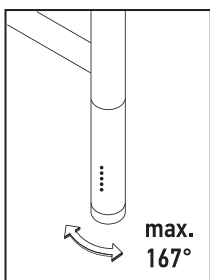

Рис.4
- 4.6. Плотно задвиньте ручку МЭМ до упора и выровняйте относительно полотенцесушителя (рис. 4).